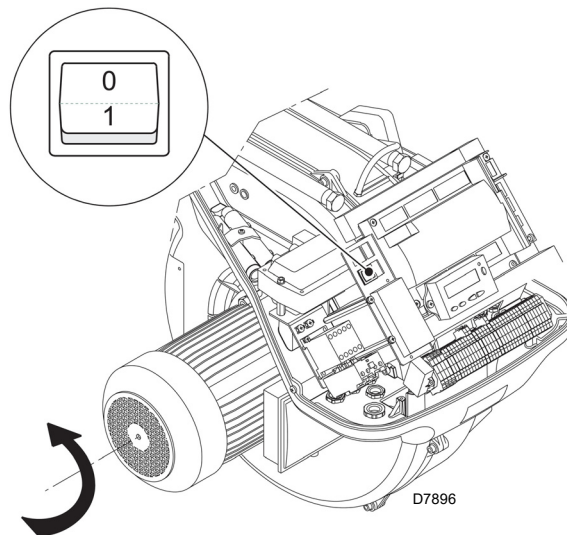

Fig. 28
Cerrar los termostatos/presostatos y poner el interruptor de la Fig. 28 en la posición "1".
Inmediatamente después del arranque del quemador posicionarse de frente al ventilador de refrigeración del motor ventilador y controlar que el mismo gire en sentido contrario a las agujas del reloj. Véase la Fig. 28.
- colocar el interruptor de la Fig. 28 en la posición "0" y esperar que la caja de control ejecute la fase de apagado;
El quemador está en estado de espera de solicitud de calor o el selector "0-1" de la (Fig. 28 a pág. 34) está en la posición "0".
Con el selector “0-1” (Fig. 28 a pág. 34) el quemador no se detiene inmediatamente, sino que se ejecuta la fase de apagado.